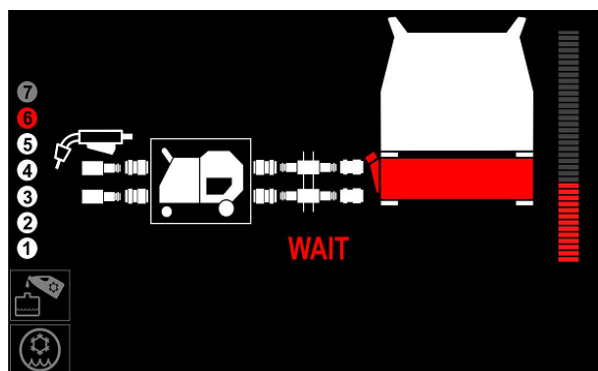

Abbildung 19
- Warten Sie, bis das Kühlmittel vollständig durch das Kühlsystem zirkuliert (Abbildung 19 oder 27).